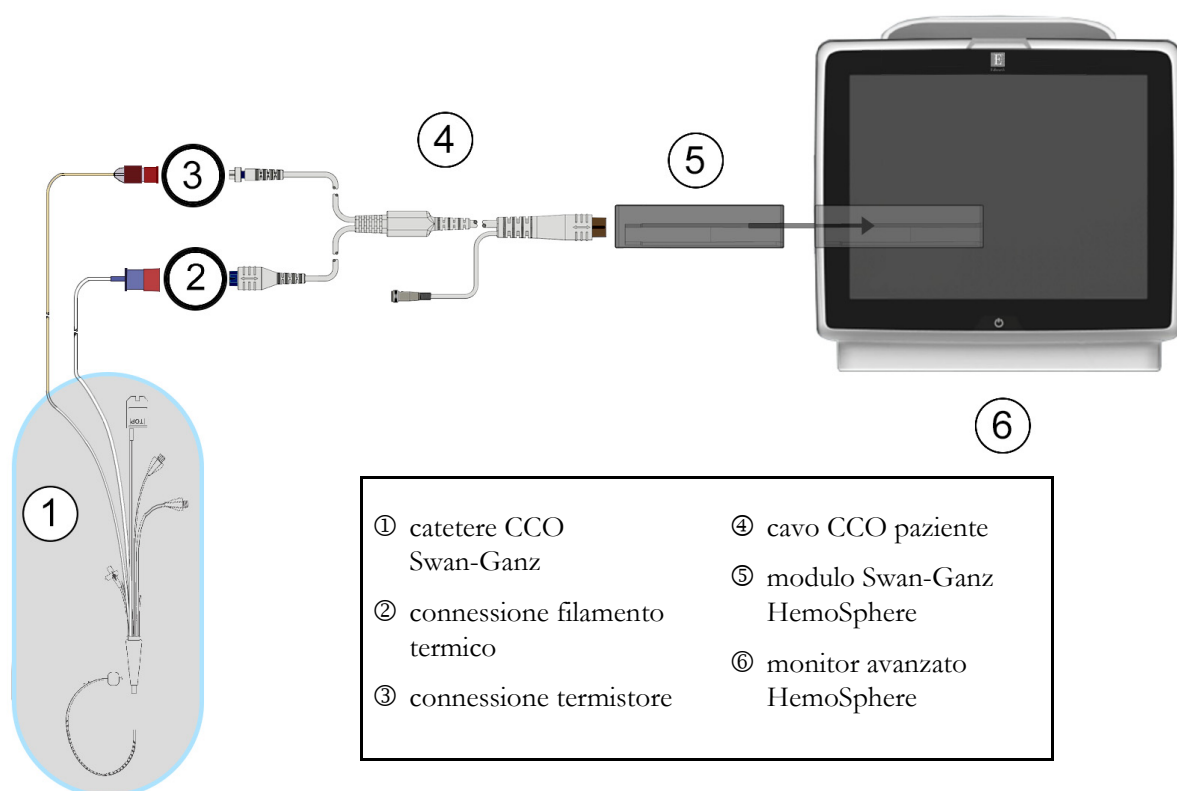

Figura 9-4 Panoramica della connessione CO
- 2 Collegare l'estremità con il catetere del cavo del paziente al termistore e ai connettori del filamento termico sul catetere CCO Swan-Ganz. Queste connessioni sono indicate con le lettere ② e ③ nella figura 9-4 a pagina 160.